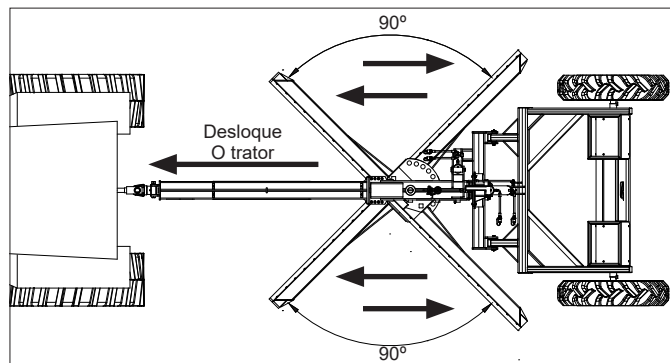
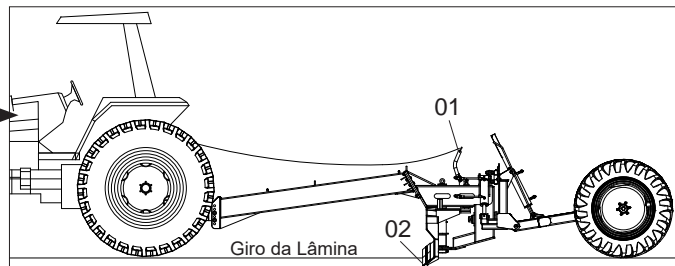

FIGURA 31
FIGURA 30
- Primeiramente, puxe a corda (1) destravando a lâmina (2) (Figura 30).
- Em seguida, desloque horizontalmente a lâmina (2) até que a ponta do lado que será deslocada toque ao solo.
- Depois, desloque o trator para frente, até que a lâmina (2) fique na posição desejada (Figura 31).
- Finalize a operação, soltando a corda (1) e movimentando lentamente o trator até que o pino acople fazendo a fixação da lâmina.